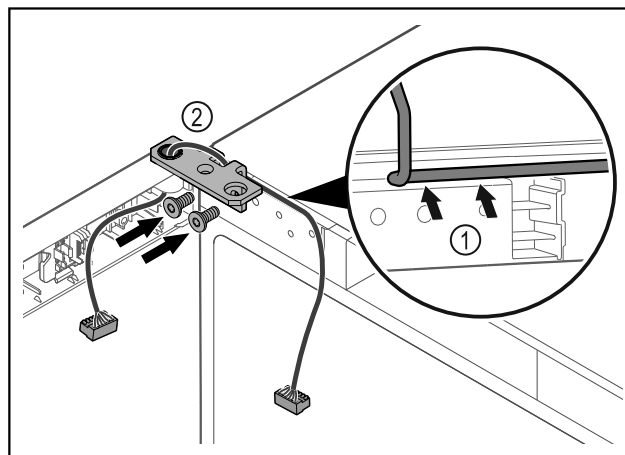

Fig. 44
- ▶ Poprowadzić kabel przez wgłębienie w zawiasie i ostrożnie go ułożyć Fig. 44 (1).
- ▶ Przykręcić zawias Fig. 44 (2).